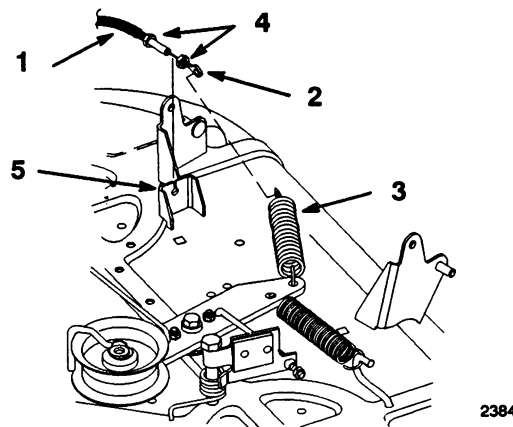

Fig. 39
6. Huk knivkontrollens kabelringende av tomgangsfjæren (fig. 39).
7. Ta mutteren av knivkontrollkabelen ved festebraketten. Skyv kabelen av braketten (fig. 39).